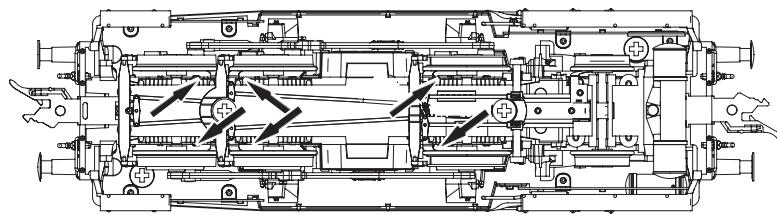
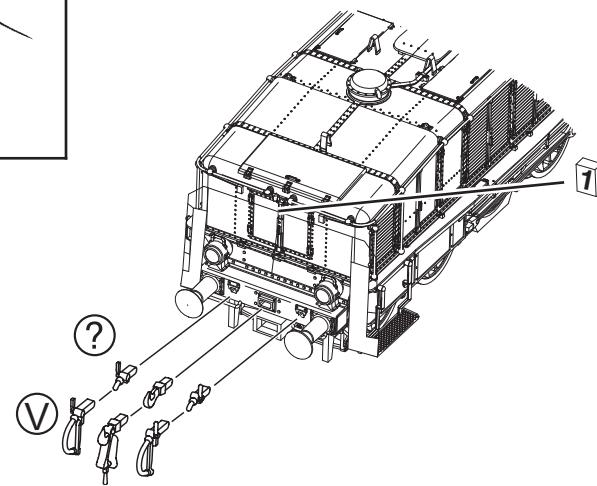
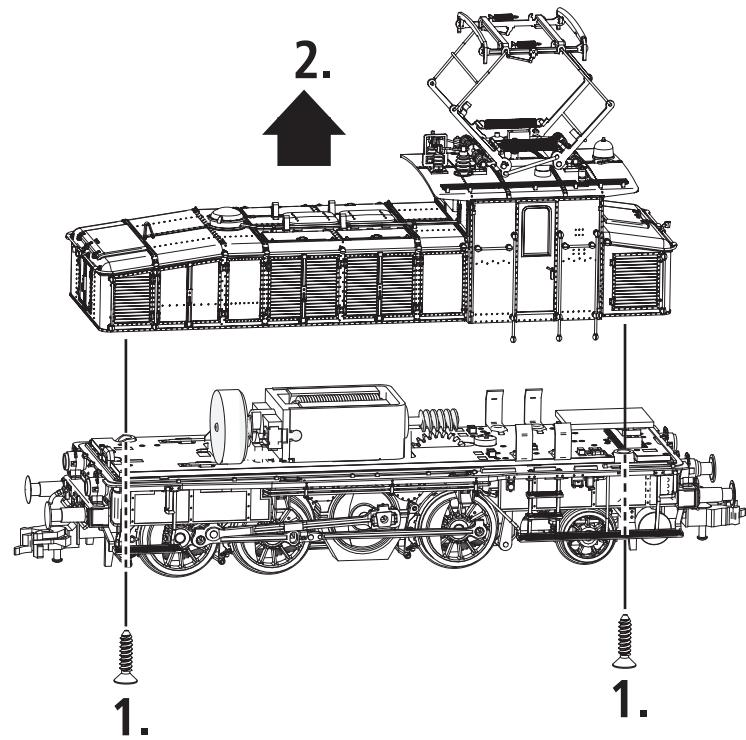

Fig. 6
Fig. 3
Fig. 4
Mehrzugbetrieb: Zuerst Lokgehäuse abnehmen (Fig. 3). Danach den Brückenstecker aus der Schnittstelle entfernen (diesen sorgsam aufbewahren). Danach den Stecker des Steuerbausteins lagerichtig einsetzen (siehe Fig. 4).
2. Schmierung: Versehen Sie die im Schmierplan in Fig. 7 gekennzeichneten Stellen mit nur **kleinen Öltropfen**. Dazu zuerst das Lokgehäuse abnehmen (Fig. 3). Wir empfehlen den ROCO **Öler Art.-Nr. 10906**. Fürs Schmieren der Getriebeteile (Zahnräder, Schnecke) empfehlen wir das **ROCO-Spezialfett Art.-Nr. 10905**. Im Falle der Schmierung diese Teile **nicht ölen**.
4. Motorwechsel: Lokgehäuse abnehmen (Fig. 3). Danach wird der Motor ausgebaut (Fig. 6).
2. Lubrication: Apply **tiny oil drops** to spots marked in fig. 7. Prior to lubrication dismantle locomotive (fig. 3). We recommend using item no. **10906, Roco oiler**. For lubrication the gearparts (e.g. cogwheels, worm) we would recommend our Roco **special grease** (item no. **10905**).
Remove the jumper from the interface. Finally put the plug of the chip into the interface as shown in fig. 4.
1. Nettoyage des lames de courant aux roues: Les lames de contacts risquent de s'encaisser rapidement sur des voies poussiéreuses. Veuillez **enlever la poussière** aux endroits marqués à la fig. 6 à l'aide d'un petit pinceau souple.
2. Graissage: N'appliquez **qu'une tout petite goutte** aux endroits indiqués par le plan de graissage (fig. 7) après avoir démonté la caisse de la locomotive (fig. 3). Nous vous recommandons le **grasseur à huile Roco réf. 10906**. Pour graisser les engrenages (roues dentées, vis sans fin) nous vous conseillons la **graisse spéciale Roco réf. 10905** pour engrenages en matières synthétiques. Lorsque vous utilisez cette graisse il faut éviter d'huiler ces composants.
Enlevez la fiche de shunting de l'interface (à conserver!) et enfichez finalement la fiche du module de télécommande aux prises de l'interface. Veuillez à la position correcte de la fiche (voir fig. 4).
voir } Fig.3